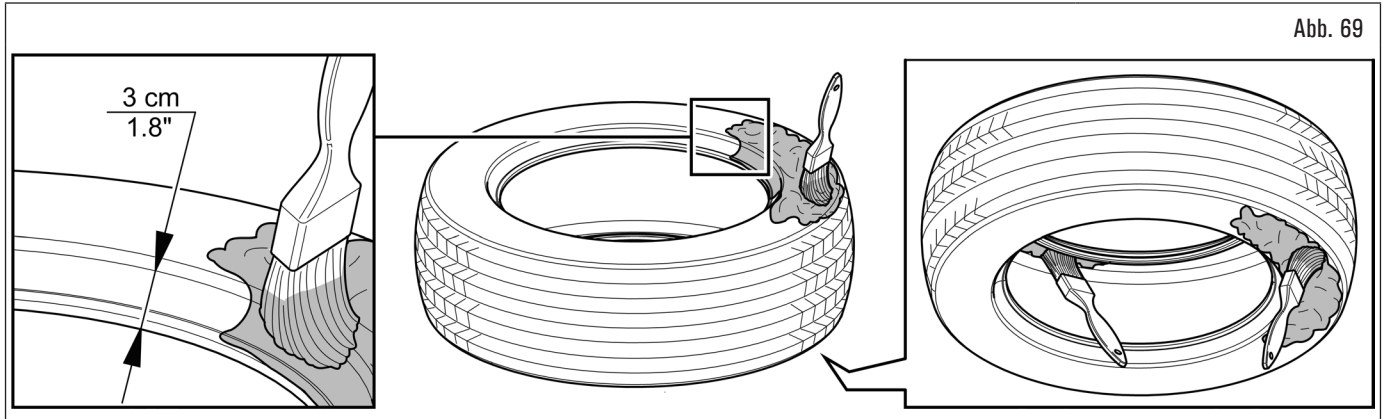

Abb. 69
1. den Reifen reichlich schmieren, die an beiden Wülsten und auf der Oberseite angebracht werden müssen, sowohl außen als auch mindestens 3 cm (1,18") von der Ferse entfernt innen (Abb. 69);